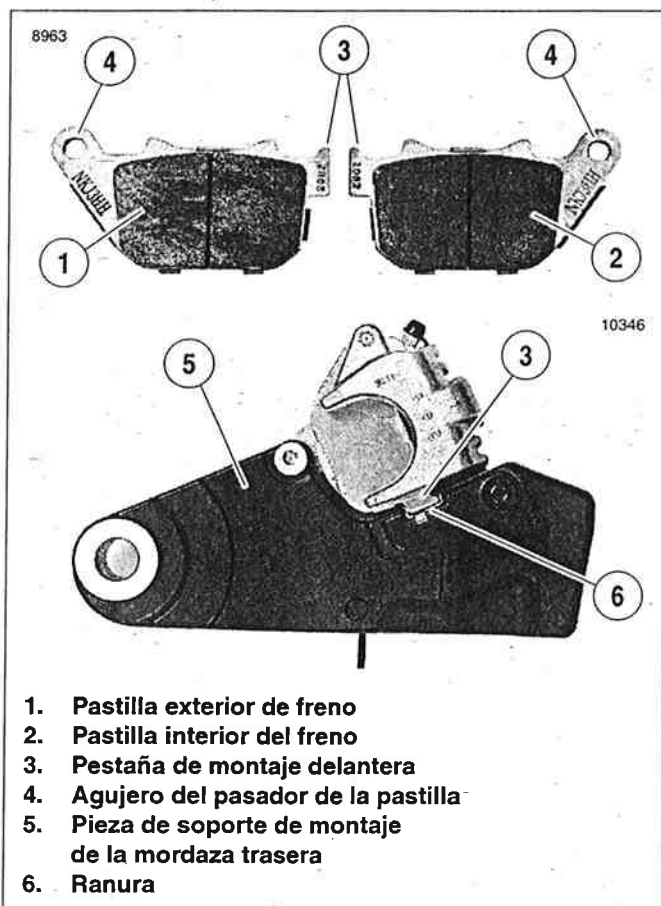

Figura 1-30. Pastillas del freno trasero
6. Vea la Figura 1-30. Instale la pastilla interior de freno **nueva** (2) con la misma orientación que la pastilla que fue desmontada previamente. Asegúrese de que la pestaña de montaje delantera (3) está asentada en la ranura (6) en la pieza de soporte de montaje de la mordaza (5) y que el material de fricción de la pastilla esté orientado hacia el disco de freno.
7. Mientras sostiene la pastilla interior **nueva** en su lugar, tire hacia fuera del pasador de la pastilla y quite la pastilla exterior de freno (1). Tome nota de la orientación original de la pastilla para cuando sean reemplazadas.
- Vea la Figura 1-30. Las pestañas de montaje delanteras de las pastillas (3) deben estar completamente asentadas en la ranura de la pieza de soporte de montaje (6).